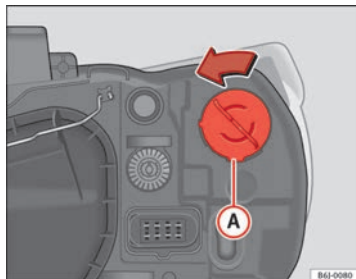

Fig. 158 Clignotant de projecteur simple
- Tournez la douille d'ampoule ⇒ fig. 158 A vers la gauche puis tirez.